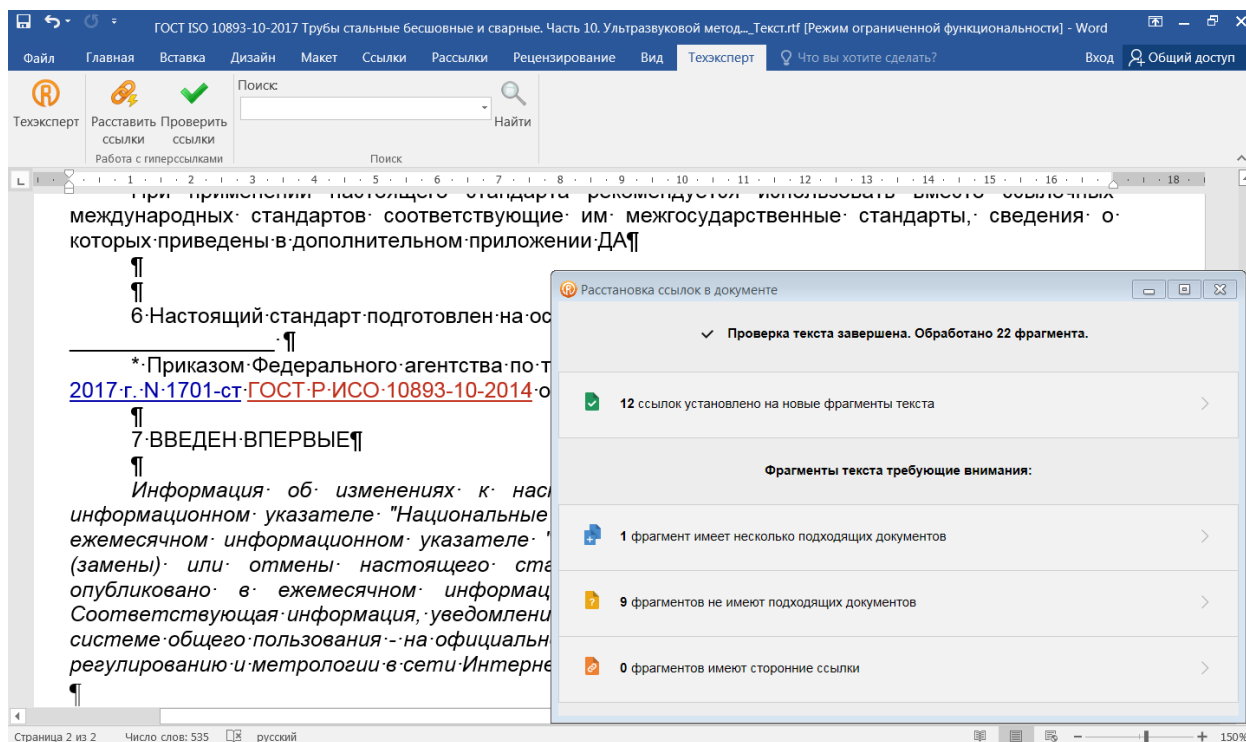
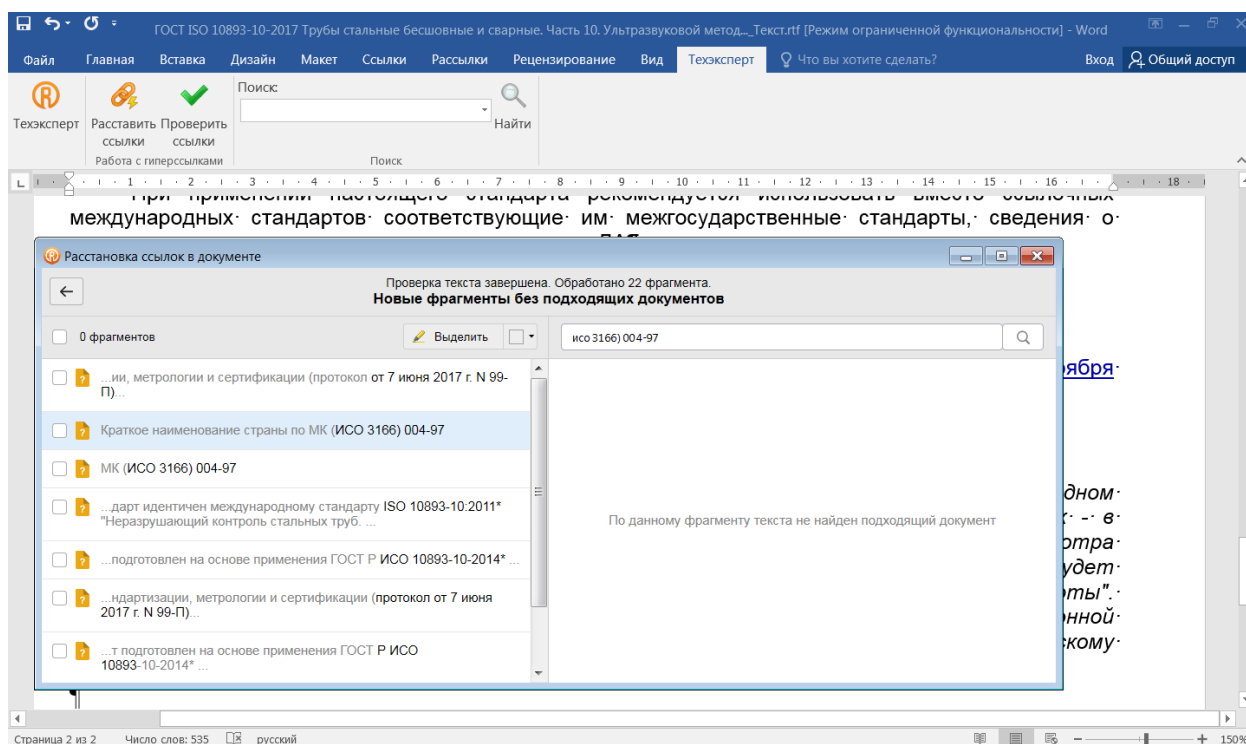

Рис. 16. Расстановка гиперссылок в Word
Рис. 16.1. Расстановка гиперссылок в Word. Фрагменты без подходящих документов
4. Утилита произвела обработку 22 фрагментов текста (рис. 16): на 12 фрагментов расставлены ссылки, 1 фрагмент имеет несколько подходящих документов, 9 фрагментов не имеют подходящих документов. Фрагмент имеет несколько подходящих документов – это текст, который можно соотнести с несколькими нормативными документами. Например, в тексте автор ссылается на документ, у которого есть несколько редакций. В этом случае утилита предложит выбрать конкретную редакцию для гиперссылки. Фрагменты не имеют подходящих документов (рис. 16.1.) – это текст, для которого не нашлось соответствующего нормативного документа в системах «Техэксперт» (причиной этого может быть неполное наименование, ошибка в дате или номере документа). Для того, чтобы уточнить, есть ли этот документ в системах, можно запустить поиск через надстройку. А после установить ссылку вручную.